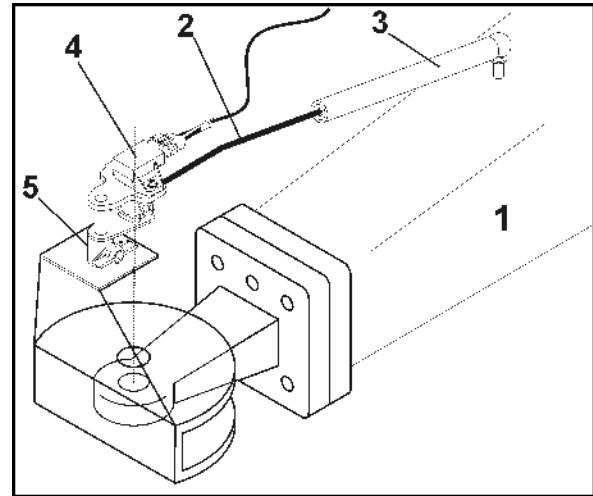

Рис. 26
Система управления движением по инерции Trail-Tron предназначена для автоматического управления движением по инерции с поддержанием боковой устойчивости и основана на определении углового положения дышла (Рис. 26/1) относительно направления движения трактора.
1. Вставьте штангу (Рис. 26/2) в пластмассовую втулку (Рис. 26/3).
2. Вставьте датчик угла поворота (Рис. 26/4) в крепление (Рис. 26/5).